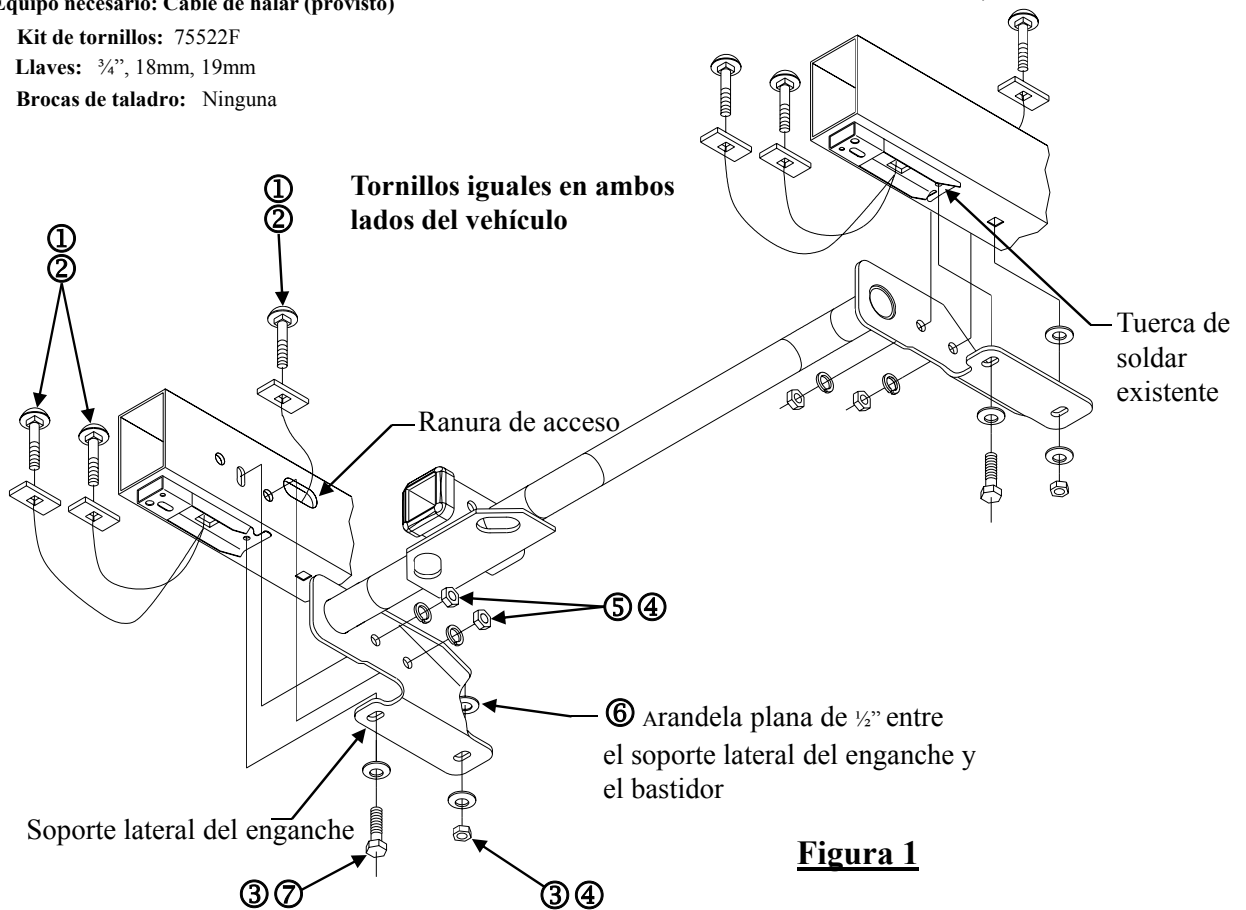

Figura 1
4. Inserte el perno de carruaje de 1/2" y el bloque a través de la ranura de acceso en el bastidor del vehículo y hacia abajo a través del orificio cuadrado en el bastidor del vehículo, en cada lado como se muestra en la Figura 1.
Nota: La arandela plana se DEBE colocar entre el soporte lateral del enganche y el bastidor en este punto de unión, ambos lados iguales (ver Figura 1). Sin apretar instale arandelas cónicas y tuercas para sostener el enganche en su lugar.
7. Inserte los pernos de carruaje de 1/2" y los bloques a través del orificio de acceso en el bastidor del vehículo y en los orificios en el costado del larguero del bastidor del vehículo, dos por lado, como se muestra en la Figura 1.
8. Instale las arandelas de bloqueo y las tuercas, dos por lado, como se muestra en la Figura 1.